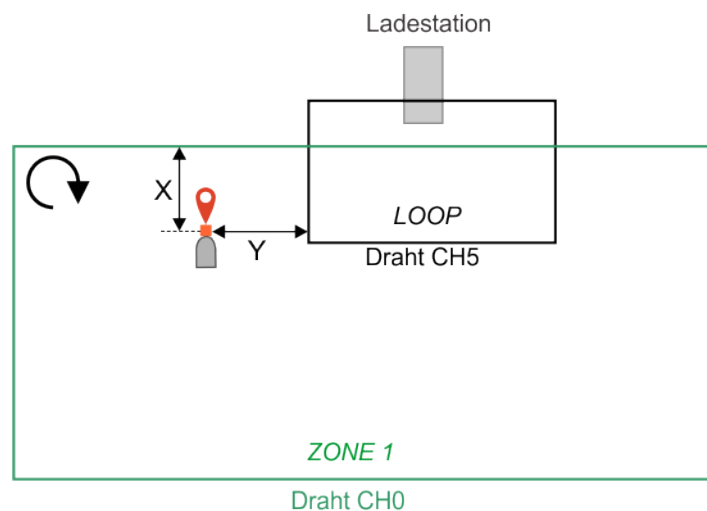

Abbildung 157: Rückkehr zur Ladestation von einem Einzelfeld
8. Positionieren Sie den Roboter an der gewünschten Stelle in ZONE 1. Dies muss sich auf die für ZONE 1 definierte Rückkehrrichtung beziehen. In diesem Beispiel ist dies im Uhrzeigersinn wie in *Abbildung 157: Rückkehr zur Ladestation von einem Einzelfeld* (Seite 129) gezeigt. X muss > 5 m sein. Y muss > 10 m sein. Der Roboter muss in Richtung Draht fahren.